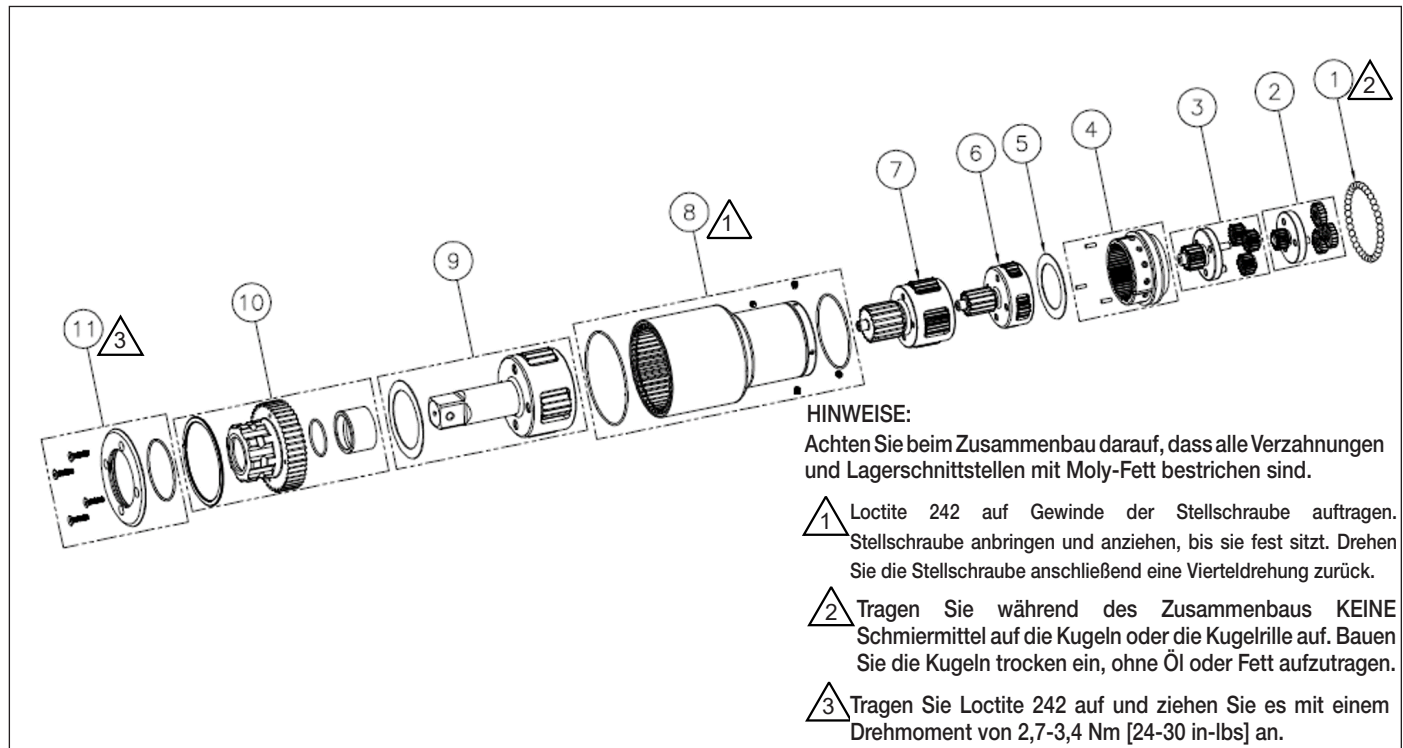

Abbildung 12: TW3000SR Getriebe-Baugruppe
9.7.1 Tabelle der Teile (Abbildung 12)
9.8.1 Tabelle der Teile (Abbildung 12)